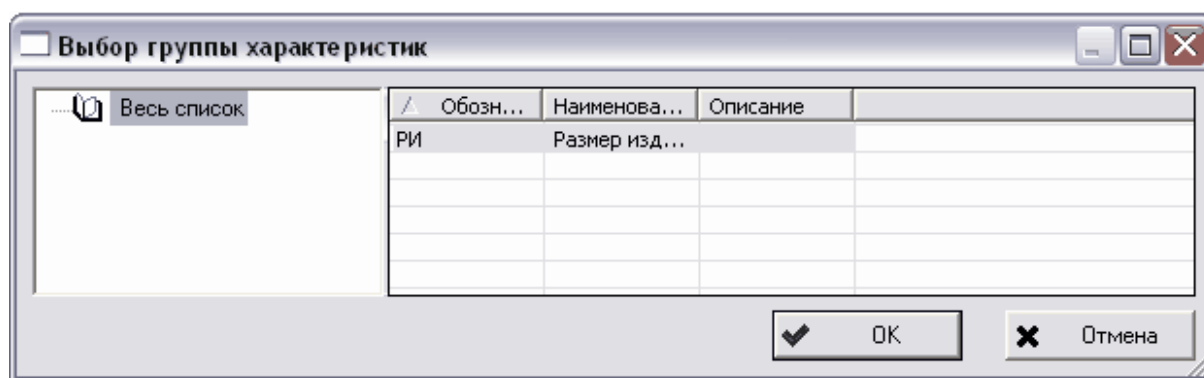

Рис. 166
2. Для выбора группы нажмите на кнопку  справа от поля **Определение**. После этого появится окно **Выбор группы характеристики** (Рис. 166).